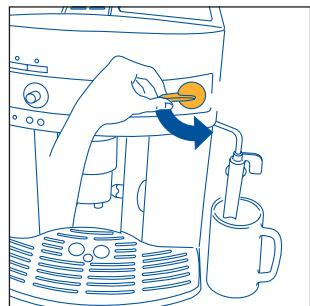
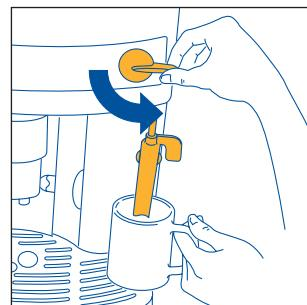
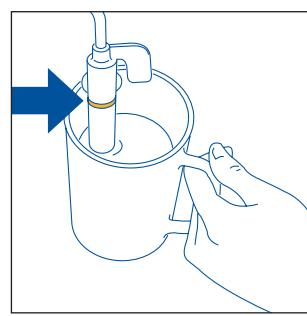

Рис. 5
Рис. 23
Рис. 24
- СРАЗУ ЖЕ ПОСЛЕ ЭТОГО В ТЕЧЕНИЕ МАКСИМУМ 30 СЕКУНД** поверните ручку регулятора пара против часовой стрелки до упора, рис. 5 (появление шума в кофеварке – нормальное явление).
- Поверните регулятор подачи пара против часовой стрелки на половину оборота, рис. 5, горячая вода потечет из устройства для взбивания молока, начиная заполнять стоящую под ним емкость.
- Сразу же после этого, максимум в течение одной минуты (иначе кофеварка автоматически вернется на функцию приготовления кофе) поместите устройство для взбивания молока в емкость, в которой содержится молоко, рис. 23, не превышая рельефную линию, нанесенную на само устройство (указана стрелкой на рис. 24). Поверните регулятор подачи пара против часовой стрелки на половину оборота, рис. 5. Будьте осторожны, чтобы не обжечься. Из устройства для взбивания молока выйдет пар, который придаст молоку вид пены и увеличит его объем. Для того, чтобы пена была более густой, погрузите устройство для взбивания молока в молоко и вращательными медленными движениями поднимайте емкость. Рекомендуется подавать пар не более 2 минут подряд.
- Несколько секунд выпускайте воду или пар, повернув ручку регулятора пара против часовой стрелки до упора, рис. 5.